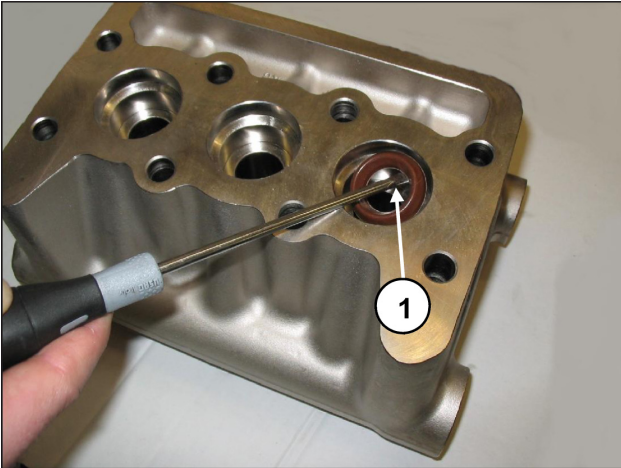

Abb. 30
- C) Ziehen Sie die HD-Dichtungen vom Kopf und die ND-Dichtungen aus ihrer Halterung mithilfe einfacher Werkzeuge gemäß Abb. 30 heraus, Pos. ① und achten Sie darauf, nicht die entsprechenden Sitze zu beschädigen.